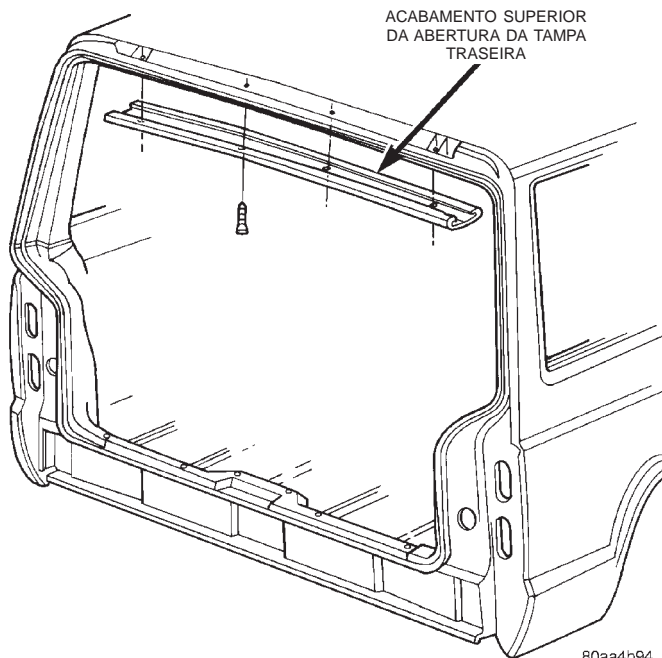

Fig. 78 Acabamento Superior da Abertura da Tampa Traseira
(1) Remova os parafusos que prendem o acabamento superior da abertura da tampa traseira ao painel do teto (Fig. 78).
(2) Empurre para baixo para desativar os grampos de aço que prendem o acabamento superior da abertura da tampa traseira ao painel do teto.
(3) Separe o acabamento do veículo.